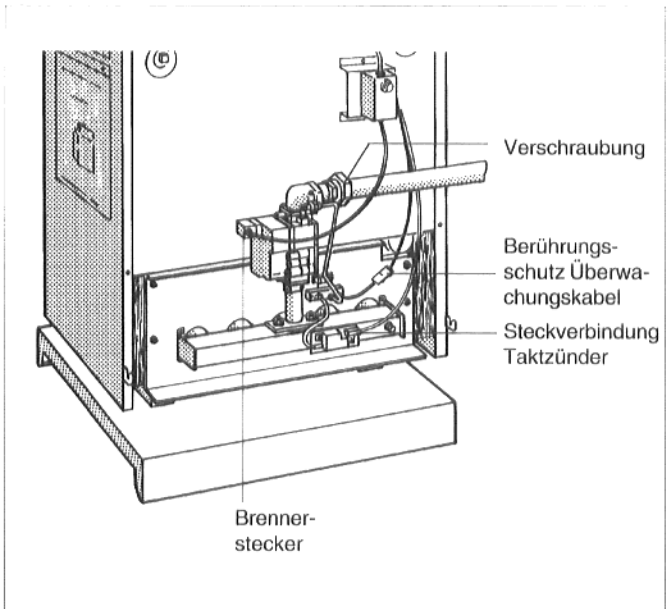

Abb. 18: Gasbrenner mit Armatur "BM" 762-012
- ✦ Gasbrenner an der Verschraubung von der Zuleitung trennen (Abb. 18).
- ✦ Schraube am Brennerstecker lösen und Brennerstecker abziehen (Abb. 18).
- ✦ Steckverbindung am Taktzünder lösen (Abb. 18).
- ✦ Berührungsschutz am Überwachungskabel (Abb. 18) entfernen und Steckverbindung lösen.